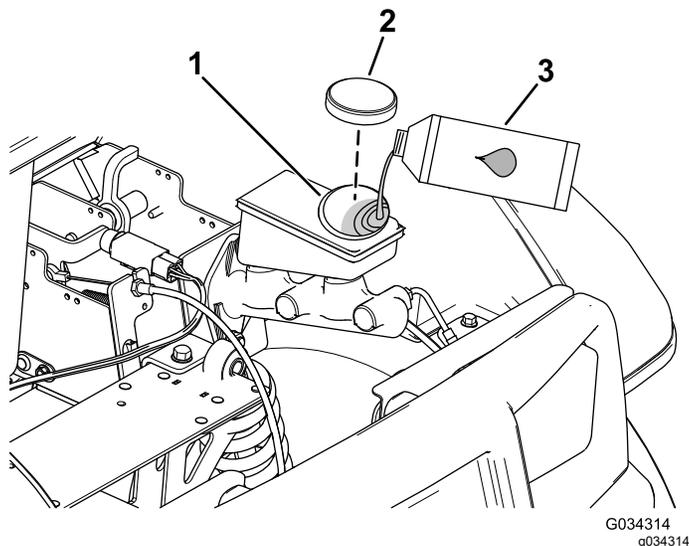

図 61
4. フードを持ち上げてブレーキのマスターシリンダとブレーキ液タンクにアクセスできるようにする 図 61。
- A. ウェスでタンクのキャップの周囲をきれいに拭いてキャップ外す 図 61。
- C. タンクにキャップを取り付ける 図 61。